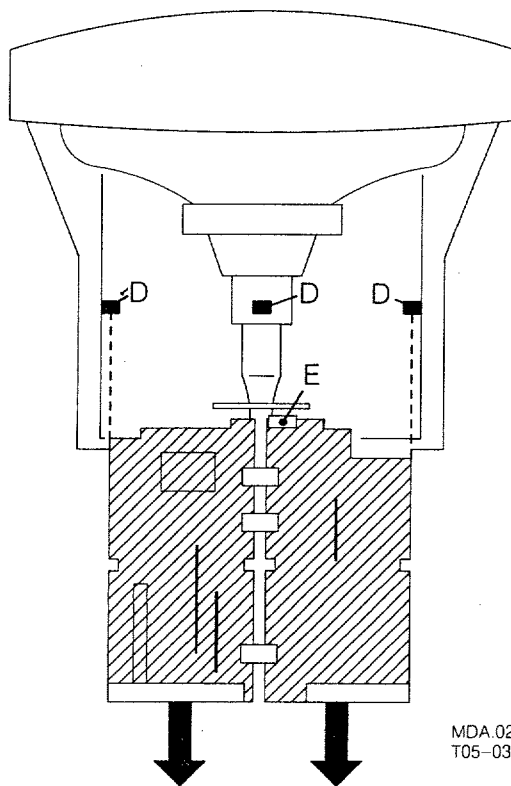

Fig. 4.2
2. Posizione di servizio per la misurazione (Fig. 4.2)